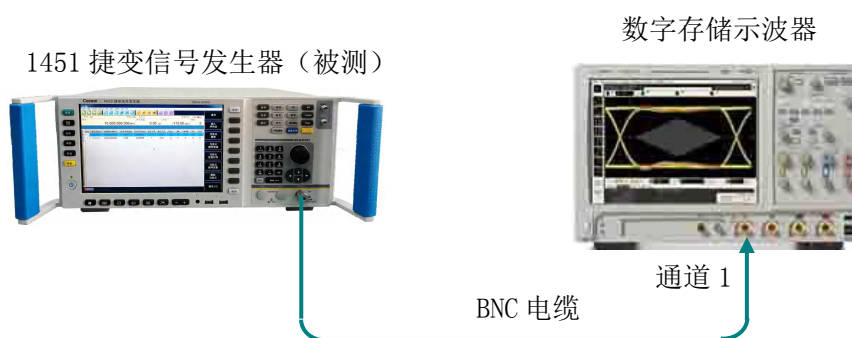

图6.9 脉冲调制上升下降沿测试
测试框图：见图 6.9
1) 如图 6.9 连接设备，开机预热至少 30min。
- 1) 如图 6.9 连接设备，开机预热至少 30min。